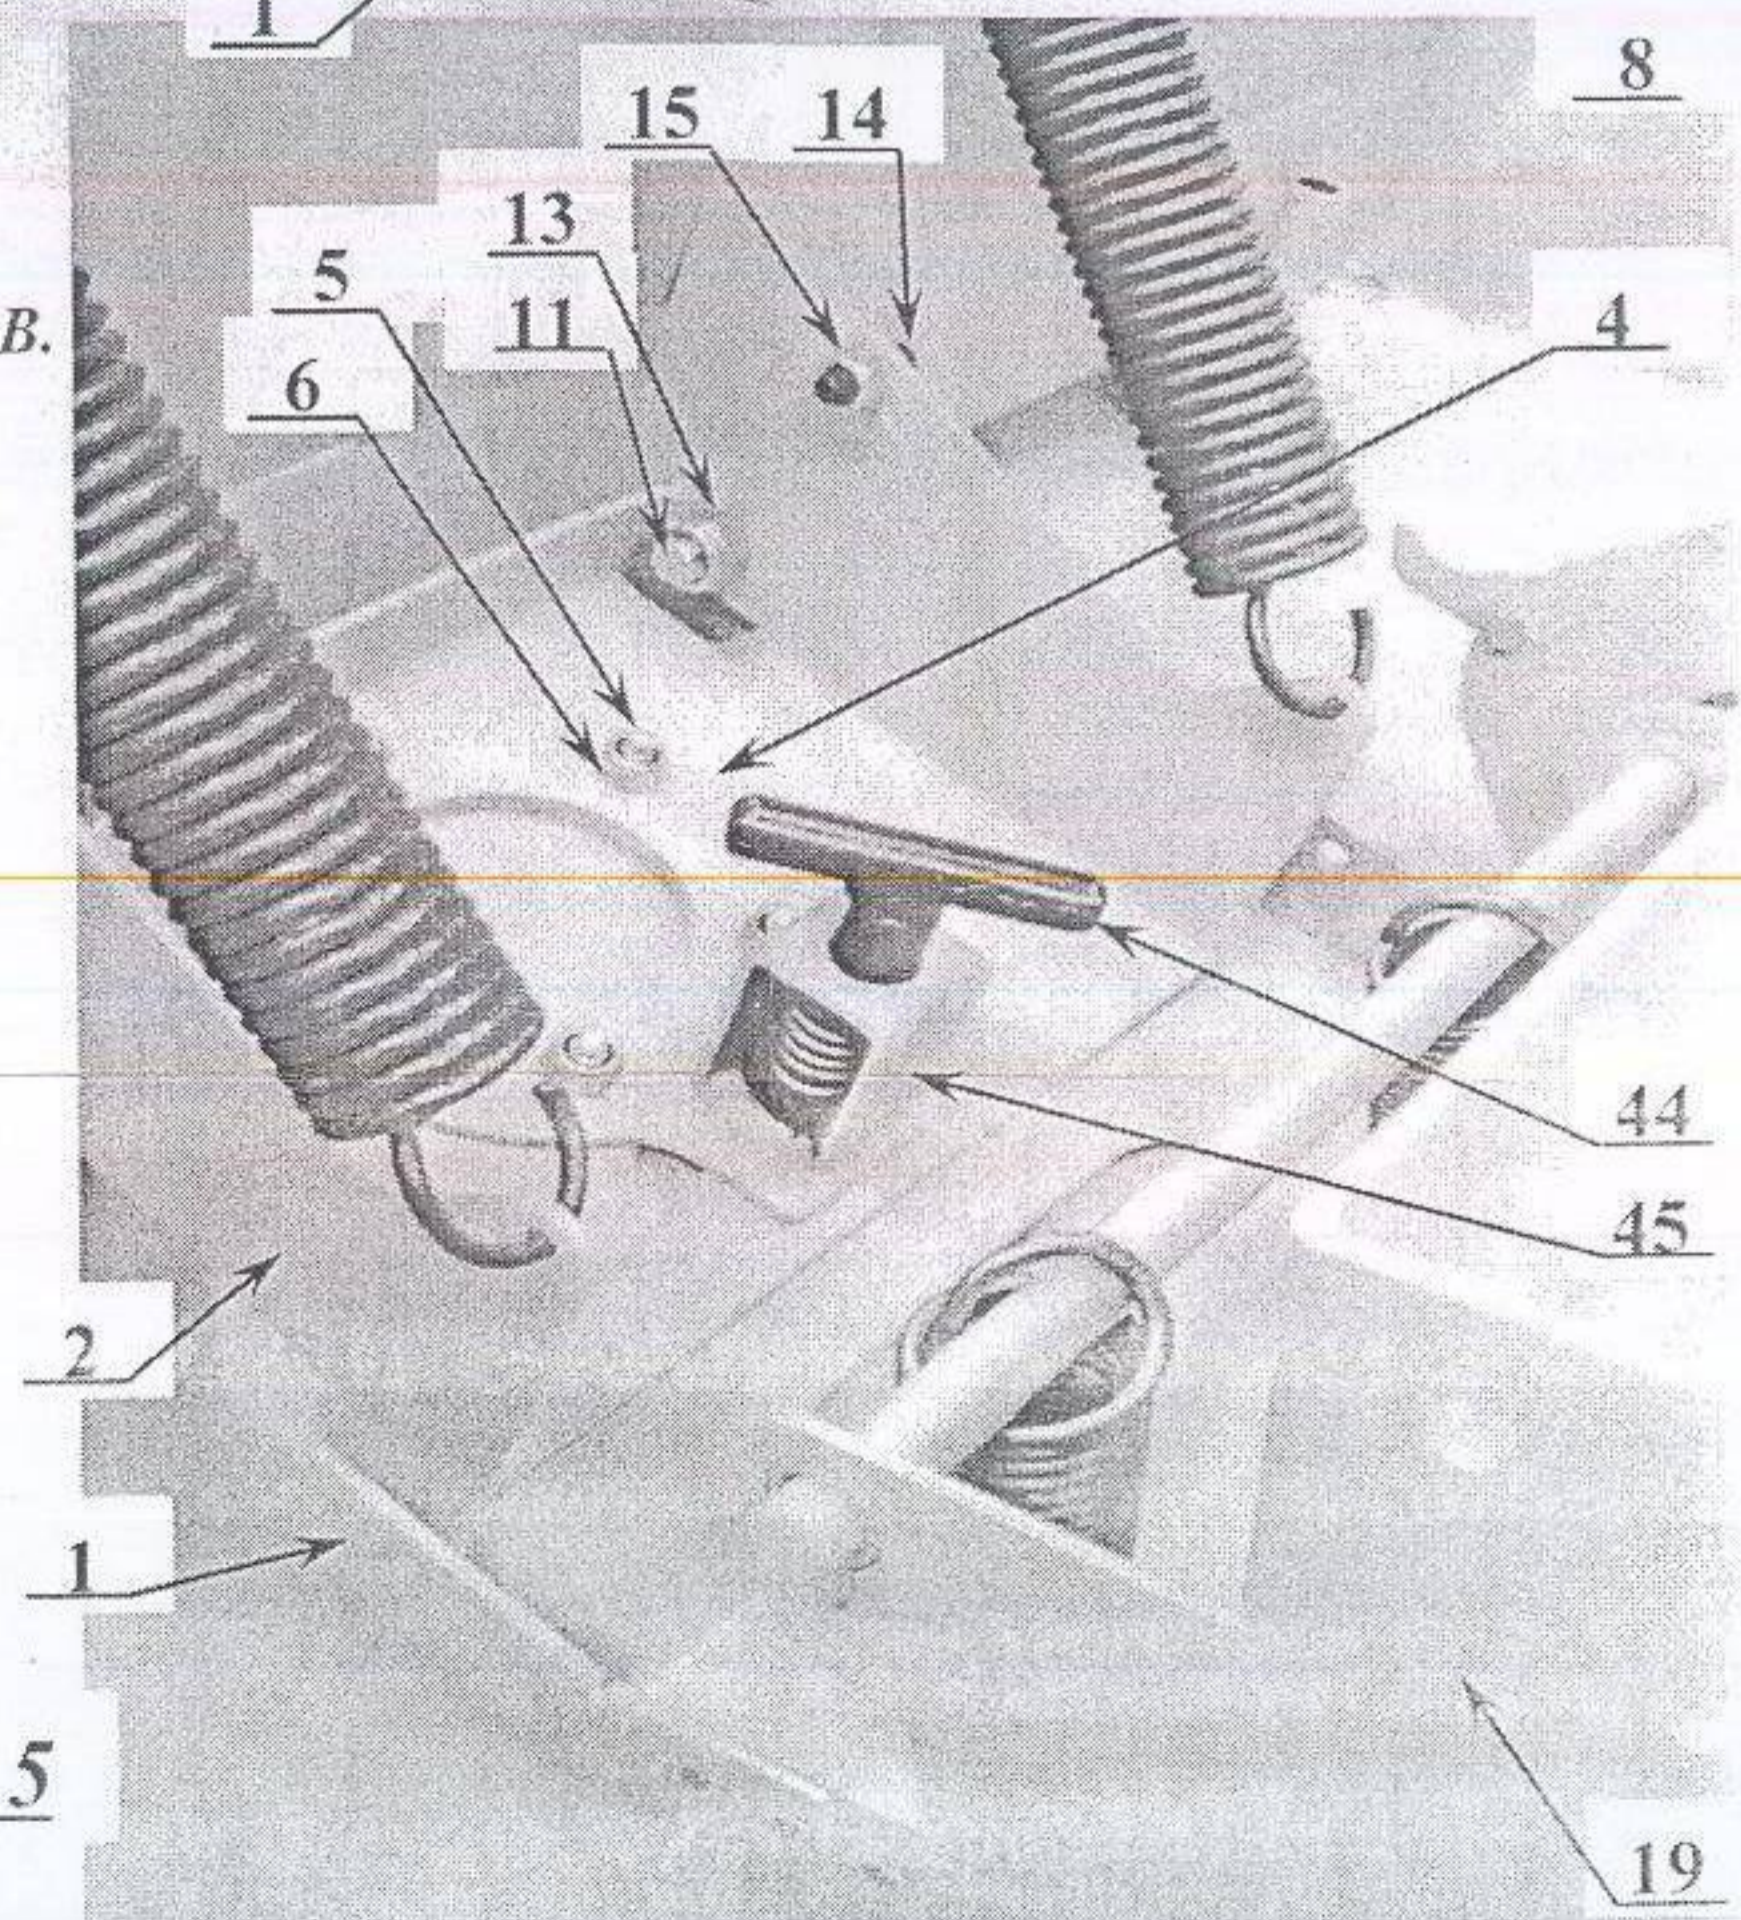

Рис.5
1. Присоединить платформу поворотную (2) к раме подъемной (1), вставив в центральное отверстие платформы (2) кольцо (3) и прижав сверху фланцем (4).
2. Сборку зафиксировать болтами М10 (5) с самоконтрящимися гайками (6) – см. рис.5.
Если упоры (14) изначально в состоянии поставки не установлены, то их следует установить в соответствующие отверстия платформы (2) как показано на рис.4 и 5. Отверстия выбираются в зависимости от требуемого угла наклона отвала (8). Упоры фиксируются на платформе (2) при помощи гаек (15) – см. рис.5.
Для фиксации отвала (8) от поворота в горизонтальной плоскости служит фиксатор (44), установленный в гнезде (45) фланца (4) – см. рис.5.